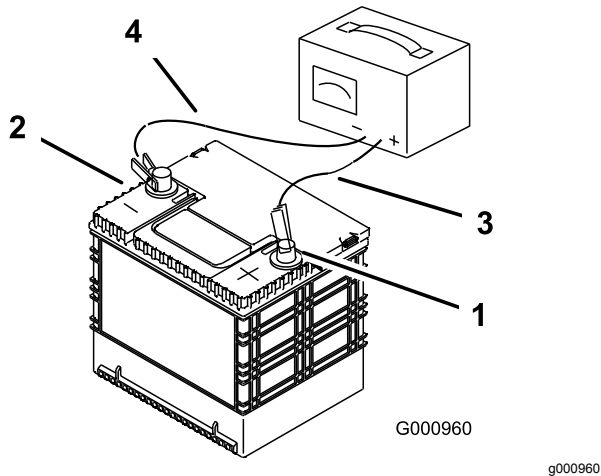

Figura 48
- Quando la batteria è completamente carica, staccate il caricabatterie dalla presa elettrica e scollegate i cavi di ricarica dai poli della batteria (Figura 48).